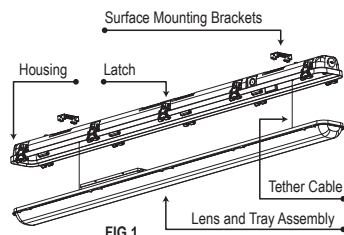

FIG 1
2. Detach the Lens and Tray Assembly from the Housing. Pre-installed tether cables will hold the assembly in place, preventing it from falling (see Fig. 1).
- Détachez l'assemblage lentille d'éclairage et support du bâti. Les câbles d'attache préinstallés empêcheront la lentille d'éclairage et le support de tomber, comme illustré sur la Figure 1.